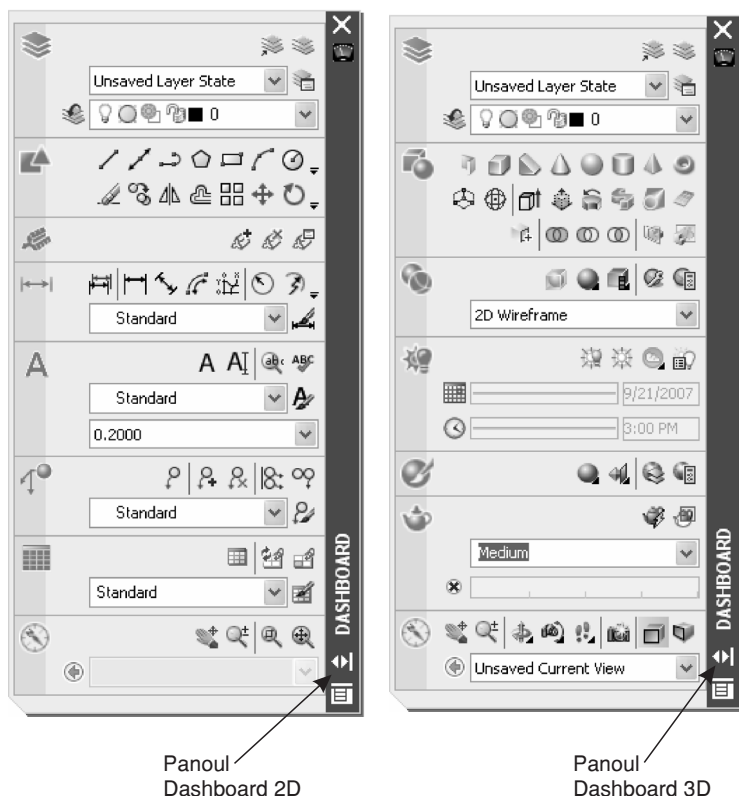

Fig. 1.2 Panoul **Dashboard** pentru desenare 2D și modelare 3D
■ Panoul Dashboard pentru desenare 2D – Fig. 1.2.